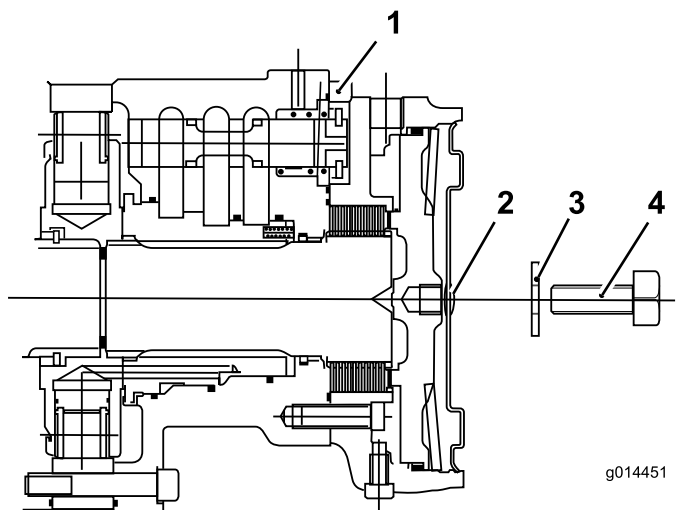

Figure 42
- Montez un boulon (12 x 40 mm) et une rondelle (12 mm) dans le trou au centre de la plaque d'extrémité du moteur (Figure 42).
- Serrez le boulon dans le trou fileté du piston de frein jusqu'à ce que le frein soit desserré (Figure 42).